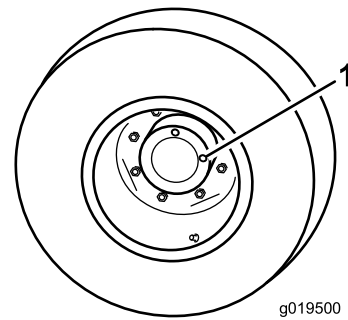

Figura 66
2. Posizionate la ruota in modo che un tappo di controllo (Figura 66) si trovi in posizione a ore 12 e l'altro a ore 3.
1. Tappo di controllo/spurgo (2)
3. Rimuovete il tappo a ore 3 (Figura 66).